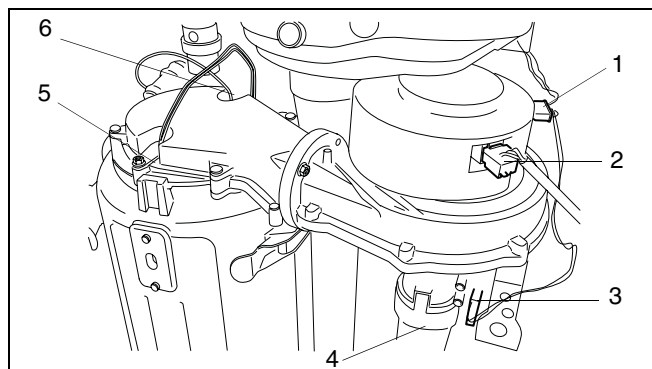

fig. 46 Stekkers loshalen
- Neem de stekkers (→ fig. 46, [1], [2] en [3]) van de gas/lucht-unit los.
- Demonteer de luchtaanzuigbuis van de gas/lucht-unit (→ fig. 46, [4]).
- Neem de stekkers van de gloeiplug (→ fig. 46, [5]), en de ionisatie-electrode (→ fig. 46, [6]) los.